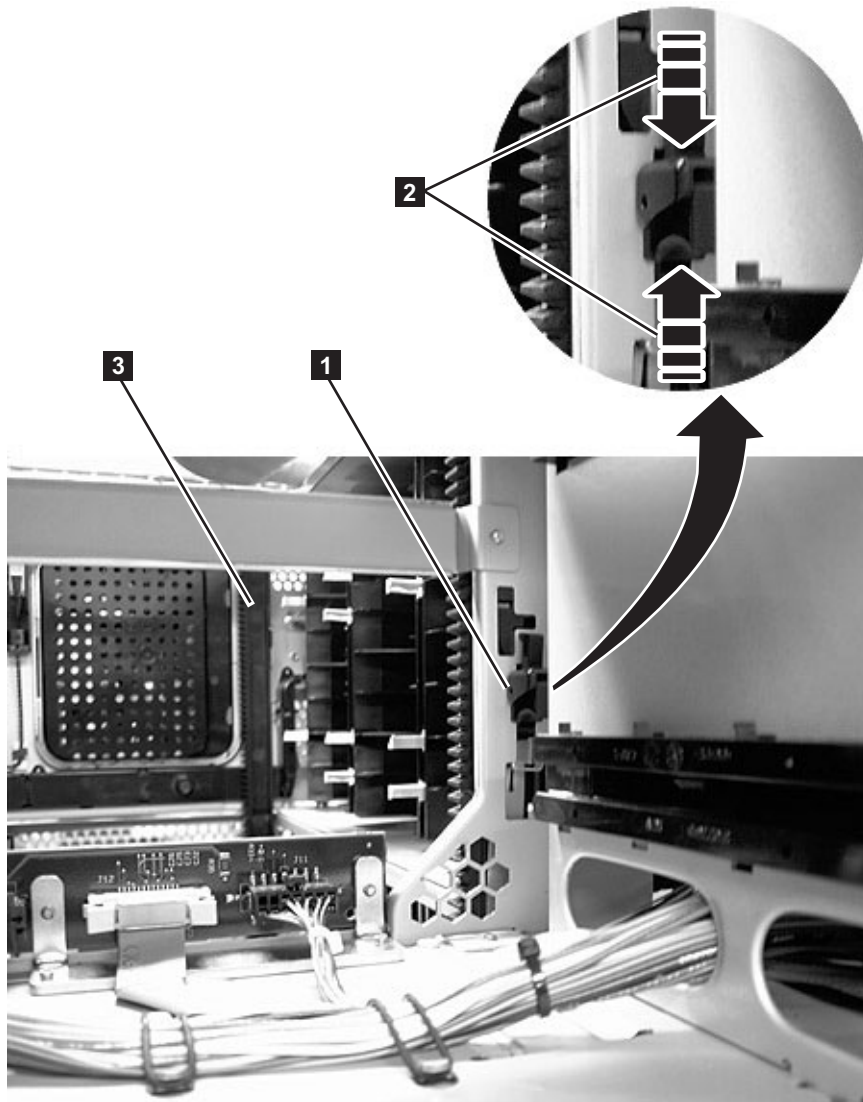

Figura 11-13. Pieza de engranaje
Para que el selector se pueda mover de una unidad a la siguiente en una biblioteca de varias unidades, las piezas de engranaje frontal (**3** de la Figura 11-13 en la página 11-22) y posterior (**1** de la Figura 11-13 en la página 11-22) del módulo de control deben estar correctamente alineadas con las piezas de engranaje de la unidad de expansión.
1. Presione ligeramente y pinche el mecanismo de bloqueo de la pieza de engranaje (**1** de la Figura 11-13 en la página 11-22) para desbloquear la pieza de engranaje del módulo de control.
2. Mientras pincha el mecanismo de bloqueo de la pieza de engranaje (**2** de la Figura 11-13 en la página 11-22), presione hacia abajo la pieza de engranaje hasta que quede alineada con la pieza de engranaje de la unidad de expansión y, a continuación, suelte el mecanismo de bloqueo.